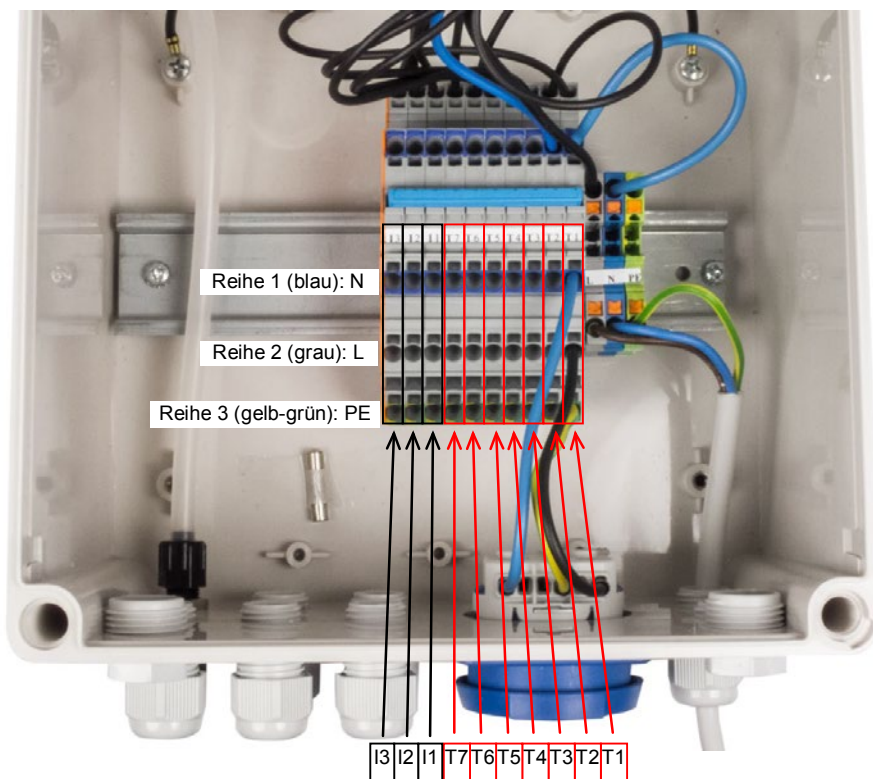

Abbildung 6: Steuerung 9.7 – Klemmleiste
Zur Steuerung der erforderlichen Aggregate verfügt die Steuerung K-Pilot 9.7 über mehrere elektrische Aus- und Eingänge. An der Klemmleiste wird jeweils in Reihe 1 (blau markiert) der Neutralleiter (N) des anzuschließenden Aggregats angeschlossen, in Reihe 2 (grau markiert) die Phase (L) und in Reihe 3 (gelb-grün markiert) die Erde (PE). In Abbildung 6 ist die Steckdose für den Verdichter in Spalte (= Klemme) T1 wie beschrieben angeschlossen.